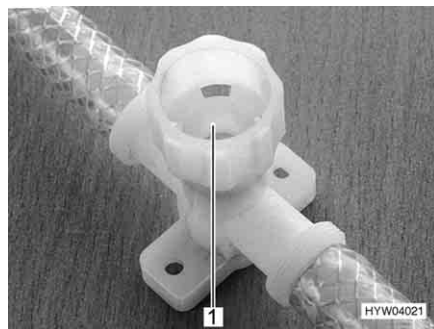

Fig. 125 Robinet de vidange pour Therme
- Fermer tous les robinets de vidange. Tourner les capuchons (Fig. 125,1) dans le sens des aiguilles d'une montre.
- Ouvrir tous les robinets de vidange du Therme. Tourner pour cela les capuchons (Fig. 125,1) dans le sens inverse des aiguilles d'une montre.